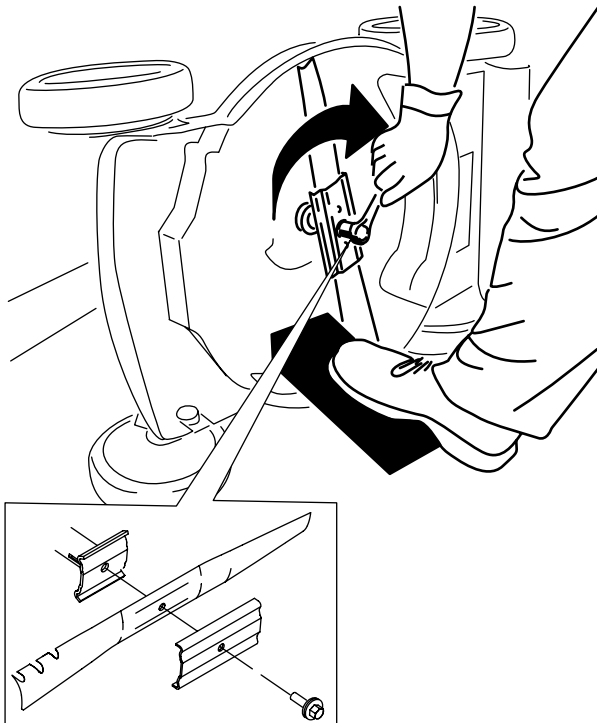

Figura 22
5. Instale la cuchilla nueva y todos los herrajes de montaje (Figura 22).